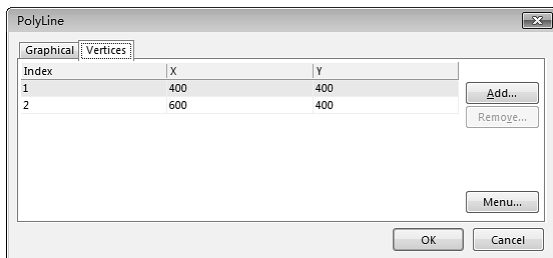

图 4-2-14 修改绘制好的直线端点坐标
① 执行菜单命令 Place → Drawing Tools → Line，鼠标指针变为十字形。
② 在原理图上任意点单击，确定直线的起点，平移鼠标到另外一点，再次单击，确定直线的终点，连续右击两次，取消绘制直线命令。
③ 双击绘制好的直线，弹出 PolyLine 对话框，选择 Vertices 标签。修改直线端点的坐标，如图 4-2-14 所示。